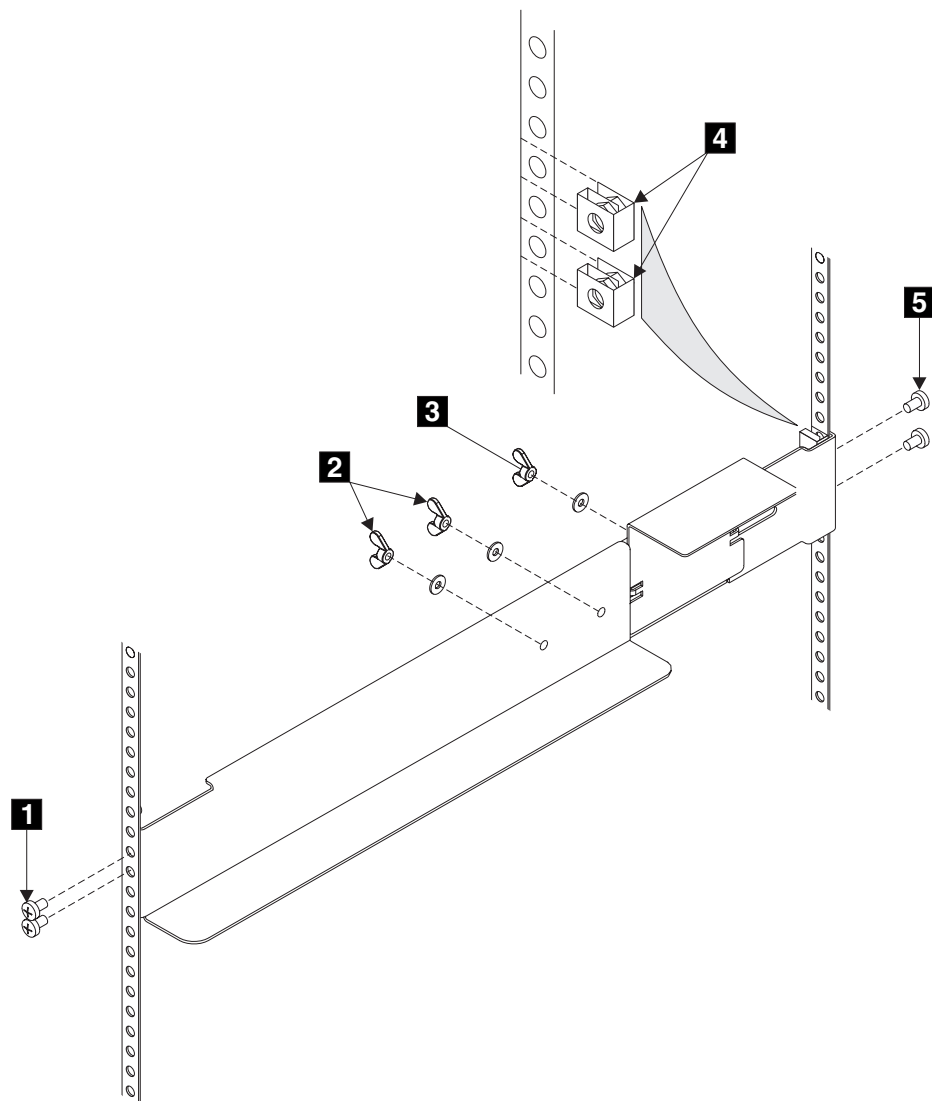

図 163. 2145 UPS のサポート・レールのラックからの取り外し
2. 2 つの調整ウイング・ナット **2** (365 ページの図 163) を緩めます。